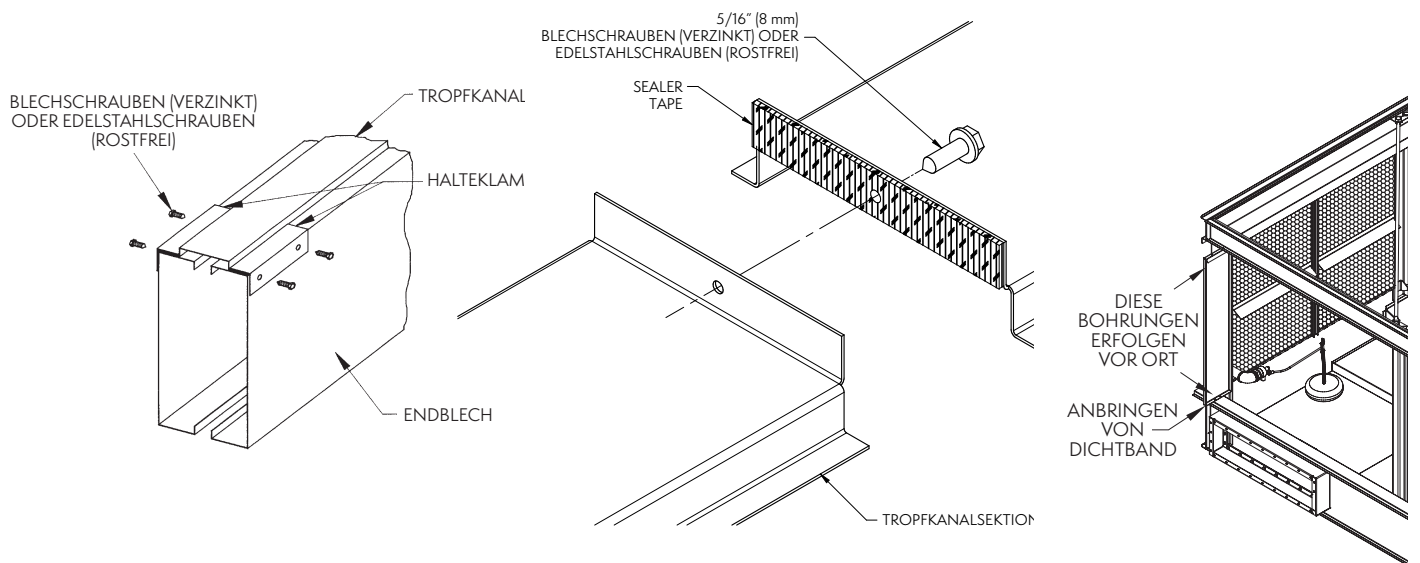

Abb. 2b – Montage von Tropfkanaal und senkrechtem Spritzschutz
9. Sofern mehrere Tropfkanäle vorhanden sind, ist zunächst Dichtband anzubringen (wie in **Abb. 2b** dargestellt). Eine durchgehende Verbindung der Kanäle schaffen Sie, indem Sie eine selbstschneidende 5/16" (8 mm) Schraube durch das Tropfkanalende mit dem größeren Bohrloch in das Tropfkanalende mit dem kleineren Bohrloch drehen. Bei Edelstahlaggregate werden 5/16" (8 mm) Edelstahlschrauben- und Muttern verwendet.
10. Setzen Sie das senkrechte Spritzschutzblech in den Winkel zwischen den senkrechten Halterungen. Bei verzinkten Aggregaten wird der senkrechte Spritzschutz mithilfe von selbstschneidenden 5/16" (8 mm) Schrauben befestigt; bei Edelstahlausführungen werden 5/16" (8 mm) Edelstahlschrauben- und Muttern verwendet (siehe **Abb. 2b**).
11. Befestigen Sie die Unterseite des senkrechten Spritzschutzes mithilfe von 5/16" (8 mm) Schrauben und Dichtband am Tropfkanal (wie in **Abb. 2b** dargestellt).
12. Dieser Arbeitsschritt gilt nur für Aggregate mit einem Abstand von 130 mm zwischen den Zellen: Setzen Sie den zusätzlichen oberen Tropfkanal in die oberen Flanschverbindungen der Wannensektion (wie in **Abb. 2b** dargestellt). Die Befestigung am senkrechten Spritzschutz erfolgt mithilfe von 5/16" (8 mm) Schrauben (bei verzinkten Aggregaten) oder Edelstahlschrauben- und Muttern bei Edelstahlansführungen.